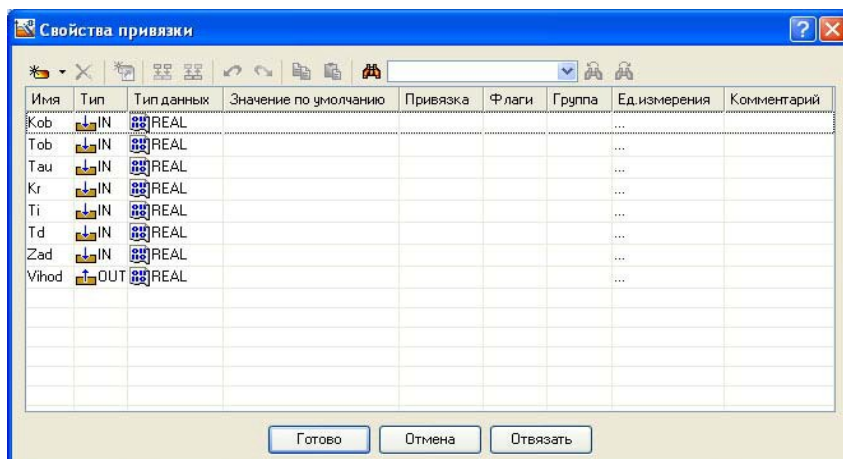

Рисунок 96 – Создание аргументов экрана
ЛК в поле **Результат** вызвать табличный редактор аргументов. В открывшемся окне **Свойство привязки**, нажав кнопку  на его панели инструментов, создать восемь аргументов экрана 7 входных и один выходной. Входной (IN) или Выходной (OUT) будет аргумент, выбирается из ниспадающего меню, появляющегося при двойном щелчке ЛК по типу аргумента (рисунок 96). Двойным щелчком ЛК выделить имя аргумента и изменить его, введя с клавиатуры «Kob» (завершить ввод нажатием клавиши Enter). Подтвердить связь с этим аргументом нажатием кнопки **Готово** Аналогичным образом настроить все остальные аргументы.